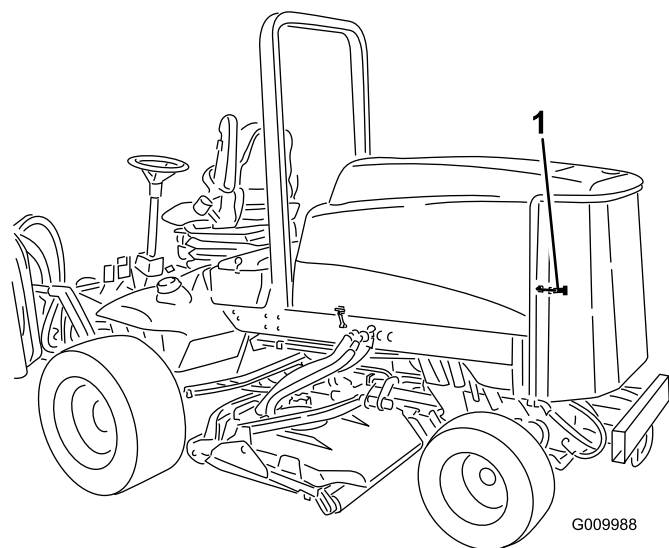

Figura 49
1. Desenganche y abra la rejilla trasera (**Figura 49**). Limpie a fondo cualquier residuo de la rejilla.